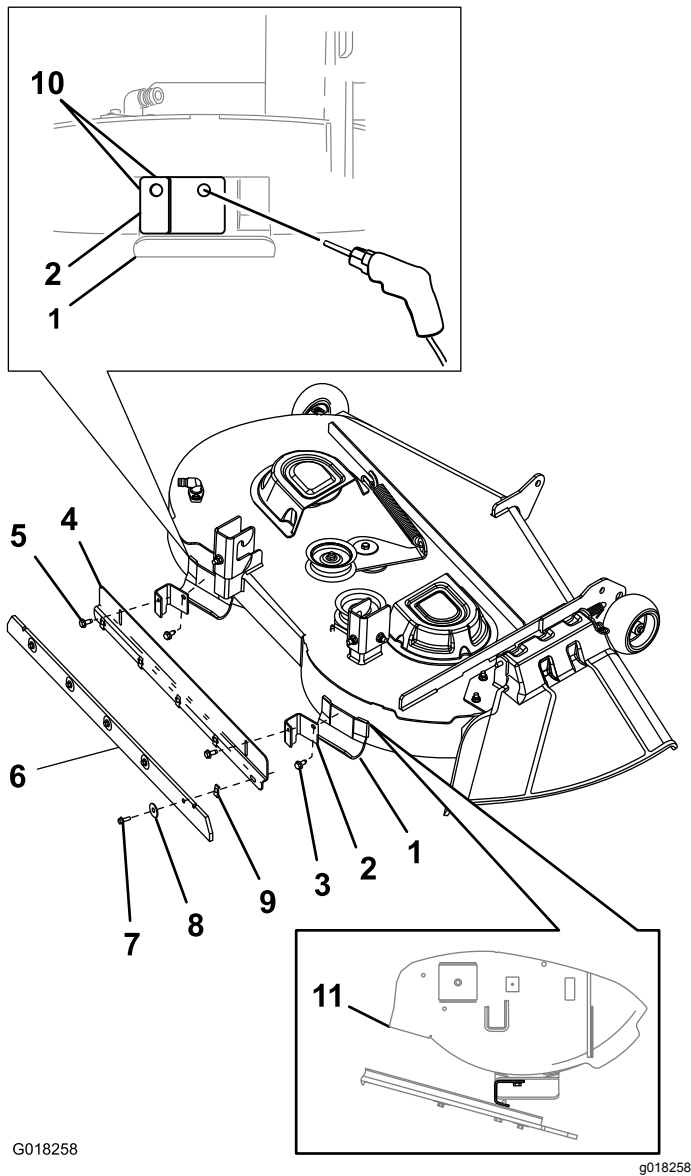

Figura 1
- Localice el patín derecho en el borde trasero de la carcasa de corte, según se muestra en Figura 1.
B. Coloque la pata más larga del soporte de montaje del kit de rayado contra el patín derecho. Alinee el borde izquierdo del soporte de montaje con el borde izquierdo del patín, y el borde superior del soporte de montaje con el borde superior del patín (Figura 1).
- C. Marque el contorno del taladro del soporte en el patín (Figura 1).
- A. Localice el patín izquierdo en el borde trasero de la carcasa de corte, según se muestra en Figura 1.
- B. Coloque la pata más larga del soporte de montaje del kit de rayado contra el patín izquierdo. Alinee el borde izquierdo del soporte de montaje con el borde izquierdo del patín, y el borde superior del soporte de montaje con el borde superior del patín (Figura 1).
1. Posicione la pletina de sujeción con la pestaña de montaje hacia arriba y junto a la carcasa (con la pestaña de la rasqueta hacia abajo y separado de la carcasa), según se muestra en Figura 1.
2. Alinee el extremo superior de la ranura de la pestaña de montaje de la pletina de sujeción con el taladro de la pata más corta de cada soporte de montaje instalado en los patines (Figura 1).
3. Sujete la pletina de sujeción a cada soporte de montaje con un tornillo con arandela prensada autorroscante (Figura 1).